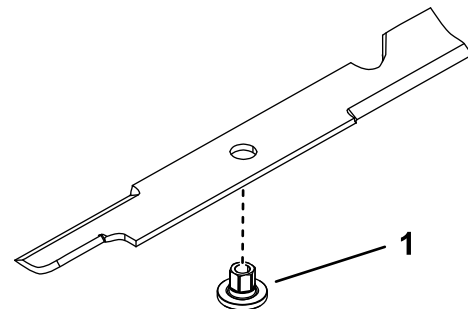

Figure 109
1. Insérez la douille dans la lame en plaçant l'embase sur le côté inférieur (côté herbe) de la lame (Figure 109).